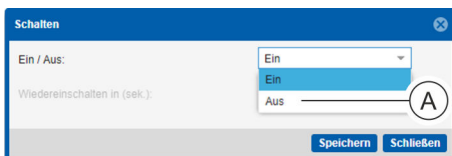

Abb. 102: Fenster "Schalten"
4. ➤ Im Fenster "Schalten" im Auswahlmenü „Ein/Aus“ den Parameter „Aus“ (zum Ausschalten) bzw. „Ein“ (zum Einschalten) auswählen (Abb. 102/Ⓐ).